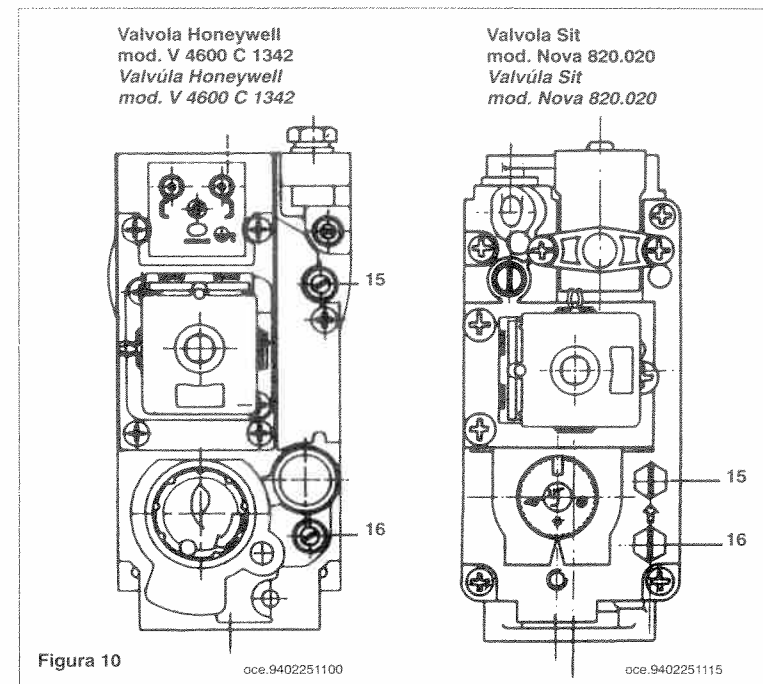
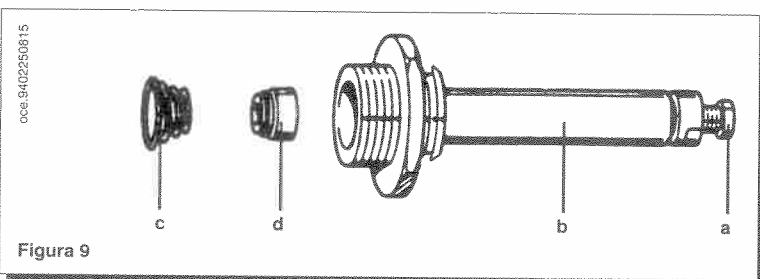

Figura 10
Figura 9
- collegare un manometro possibilmente ad acqua alla presa di pressione (15) della valvola del gas (figura 10);
- avvitare a fondo, senza forzare, la vite nera (a) al canotto (b) (figura 9 a pagina 16);
- aprire il rubinetto gas e ruotare la manopola (3) predisponendo la caldaia in posizione Estate (☀);
- verificare che la pressione dinamica di alimentazione della caldaia, misurata alla presa di pressione (16) della valvola del gas (figura 10) sia quella corretta (30 mbar per il gas butano, 37 mbar per il gas propano o 20 mbar per il gas naturale);
- controlar que la presión dinámica de alimentación de la caldera, medida en la toma de presión (16) de la válvula del gas (figura 10), sea correcta (28 mbar para el gas butano, 37 mbar para el gas propano o 20 mbar para el gas natural);
- svitare la vite nera (a) di figura 9 fino a raggiungere il valore di pressione corrispondente alla potenza ridotta vedi tabella 1 a pagina 18.
- sigillare la vite nera (a) di figura 9.
- ruotare la manopola (3) in posizione (0) e verificare una nuova accensione. Nel caso di una interaccensione incompleta agire sul potenziometro RLA (pagina 14);
- con la manopola (3) in posizione inverno (☁) verificare che la potenza in riscaldamento sia quella richiesta dall'impianto, in caso agire sul potenziometro MAX RISC (pagina 14). Vedere la tabella 1 per la pressione al bruciatore necessaria;
- destornillar el tornillo negro (a) (figura 9) hasta alcanzar el valor de presión correspondiente a la potencia reducida (véase tabla 1 en página 18);
- sellar el tornillo negro (a) de figura 9.
- hacer girar el botón (3) en posición (0) y efectuar un nuevo encendido. En el caso de un interencendido incompleto, obrar sobre el potenciómetro RNE (RLA) (página 14);
- con el botón (3) en posición invierno (☁) controlar que la potencia en calefacción sea la requerida por la instalación; si necesario, obrar sobre el potenciómetro MAX CALEF (MAX RISC) (página 14). Véase la tabla 1 para la presión del quemador necesaria;
- conectar un manómetro, posiblemente de agua, a la toma de presión (15) de la válvula del gas (figura 10);
- atornillar completamente, sin forzar, el tornillo negro (a) al manguito (b) (figura 9 en página 16);
- abrir el grifo gas y hacer girar el botón (3) predisponiendo la caldera en posición Verano (☀);
- sostituire la molla avendo cura di posizionarla correttamente (figura 9);
- substituir el resorte asegurándose de que sea posicionado correctamente (figura 9);